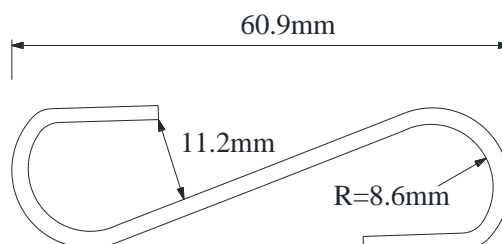

图 2 挂钩尺寸
6. 模型需为桥梁结构，若非桥梁结构则视为无效；队员在提交模型时需指出桥面位置（桥面宽度应不小于 100mm），无需在模型中制作桥面；桥梁模型跨中需预留好挂钩位置，若挂钩无法悬挂于桥梁跨中杆件上，则该模型视为无效。挂钩尺寸详见图 2。